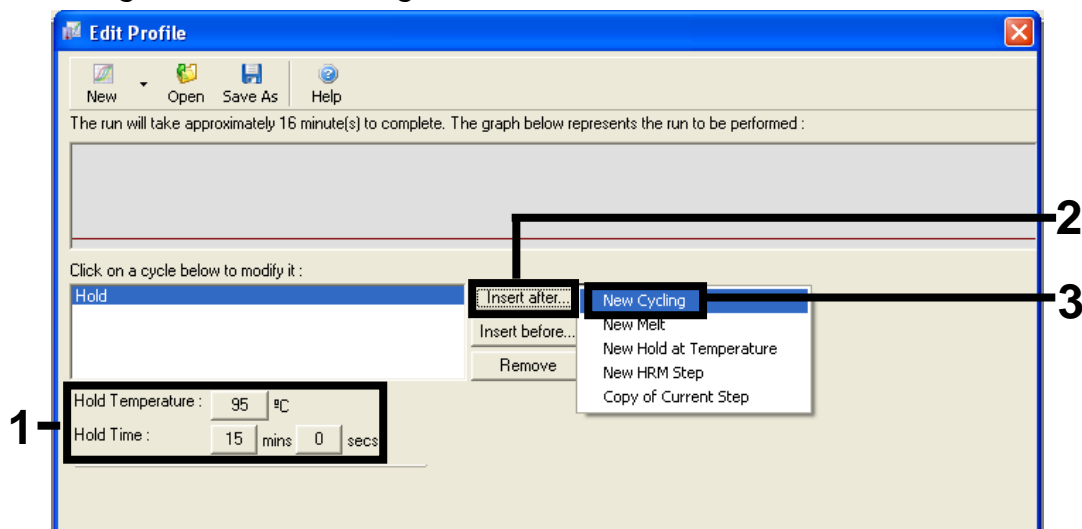

Figura 5. Passo inicial de incubação a 95 °C.
7. Altere "Hold Temperature" (Temperatura em espera) para 95 °C e "Hold Time" (Tempo em espera) para 15 min. 0 segs. Clique no botão "Insert After" (Inserir a seguir) e, em seguida, selecione "New Cycling" (Nova ciclagem) (consulte a Figura 5).